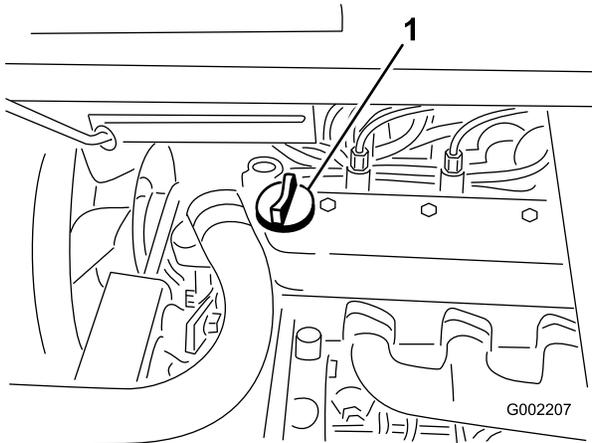

Figura 19
3. Si el nivel de aceite es bajo, retire el tapón de llenado de la cubierta de la válvula (Figura 19) y añada aceite por el orificio hasta que el nivel llegue a la marca Lleno de la varilla; el tipo y la viscosidad correctos figuran en la sección Mantenimiento del aceite de motor \(página 41\).